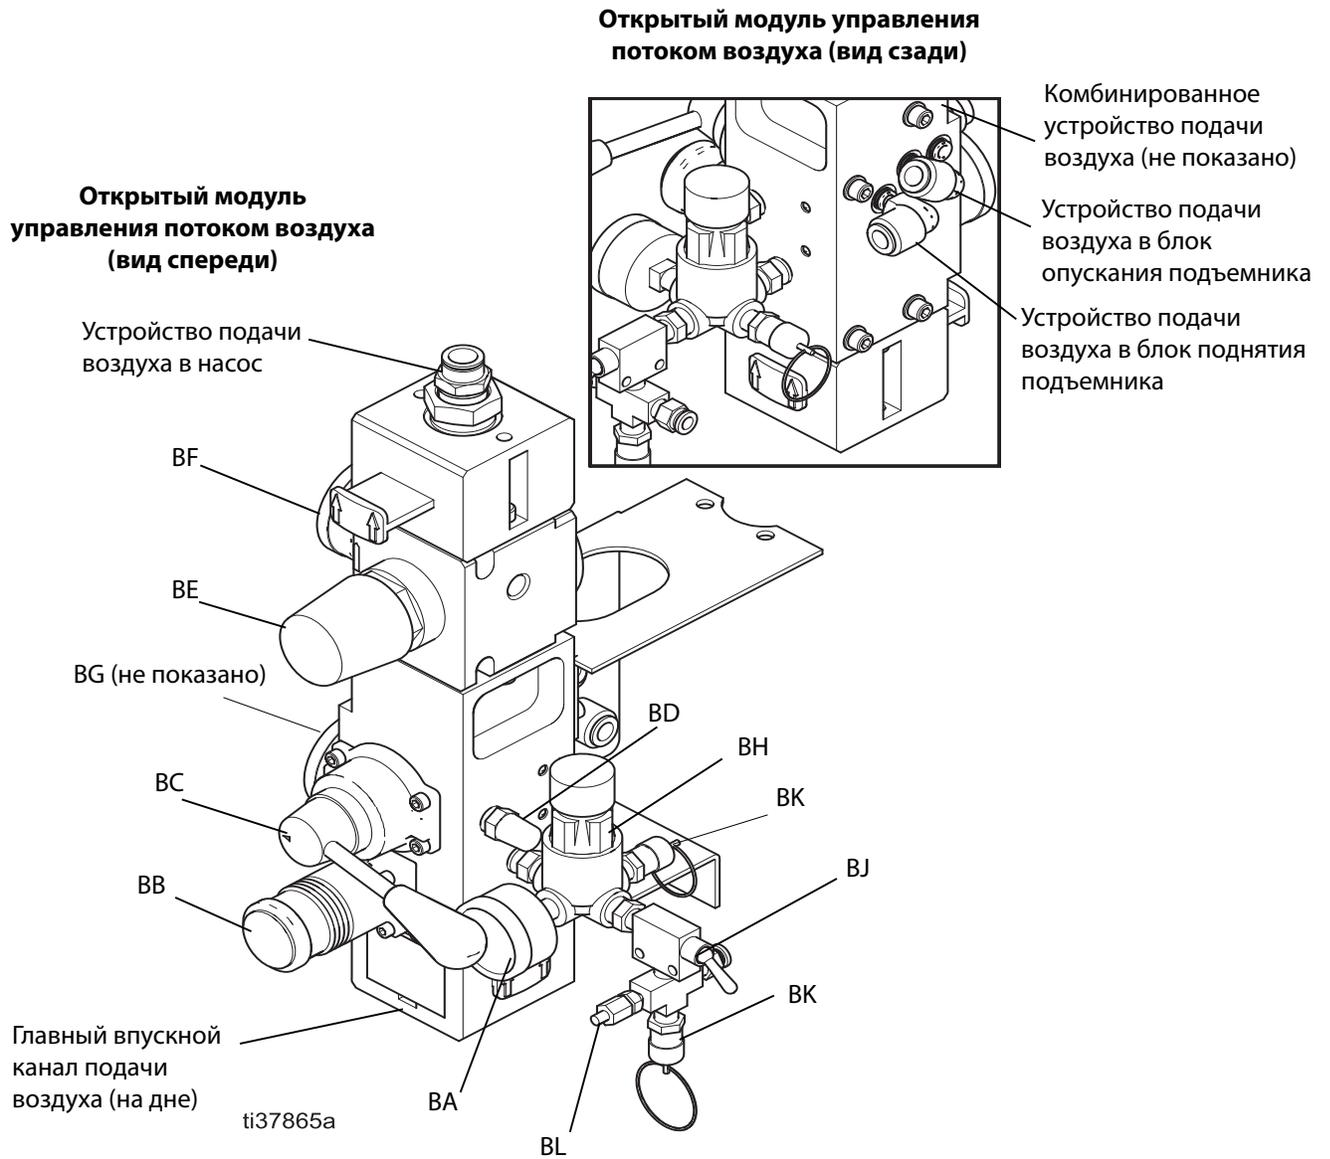

Рис. 2: Открытый модуль управления потоком воздуха
- H Открытые пневмоклапаны (см. Рис. 2)
См. Рис. 2. Размер впускного канала подачи воздуха составляет 3/4 прт (охватывающий) на открытых пневмоклапанах. К встроенным пневмоклапанам относятся:
- **Клапан выпуска воздуха из уплотнения (ВL):** выпускает воздух из надувной уплотнительной манжеты по мере необходимости для сужения барабана. Место расположения клапана в системе с открытым модулем управления потоком воздуха см. на Рис. 2.
1. Закройте золотниковый клапан пневмодвигателя (BF). См. Рис. 2.
2. Переведите регулятор подачи воздуха в блок управления подъемником на ноль. Установите переключающий клапан блока управления подъемником (BC) в положение DOWN («Вниз»). Подъемник медленно опустится.
4. Переведите выключатель надувного уплотнения (BJ) в положение OFF («Выкл.»).
6. Закройте главный воздушный клапан (BA).